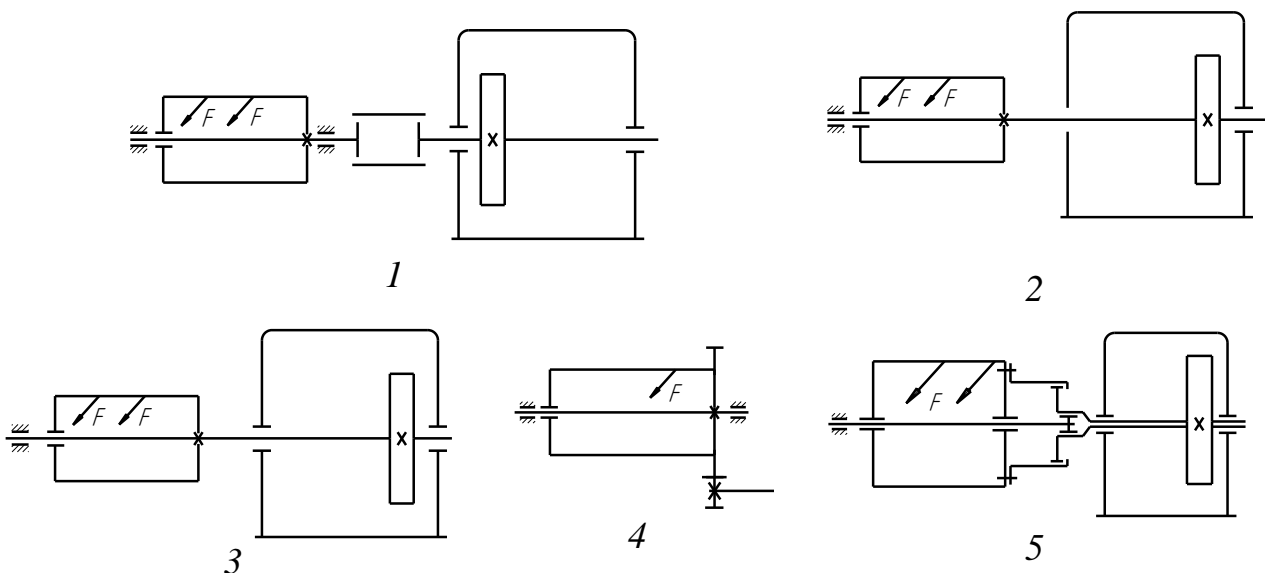

Рисунок 3.2.3 – Схемы соединения барабана с редуктором
3.2.10 Укажите схему соединения барабана с редуктором посредством зубчатой муфты (рисунок 3.2.3):
3.2.11 Укажите схему соединения барабана с редуктором двухопорным валом (рисунок 3.2.3):
3.2.12 Укажите схему соединения барабана с редуктором открытой зубчатой передачей (рисунок 3.2.3):
3.2.13 Отмечаются недостатки соединения вала барабана с редуктором: возникновение погрешностей при сборке, относительно большие габариты. Укажите, к какой схеме они относятся (рисунок 3.2.3):